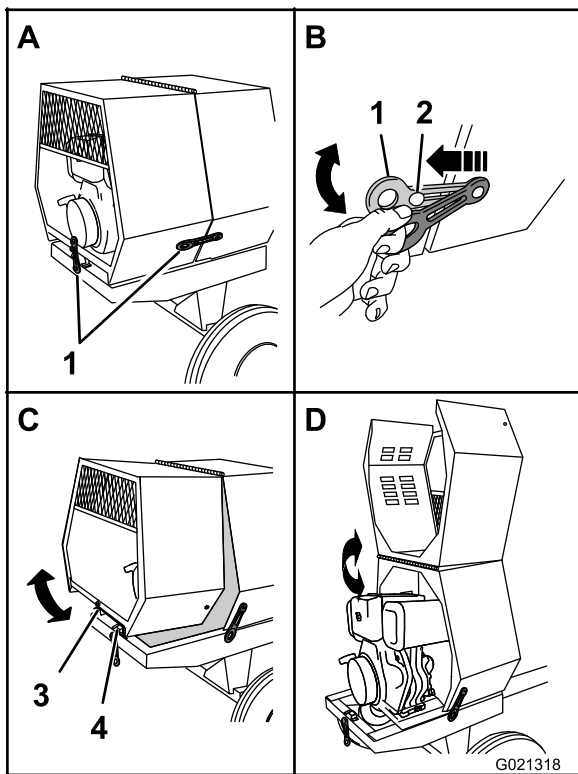

Figura 20
1. En el lado de la máquina, en la unión entre la cubierta delantera y la trasera, agarre el anillo del cierre y desengánchelo del anclaje de la cubierta trasera (Figura 20).
- En la parte trasera de la máquina donde la cubierta trasera se une al bastidor de la máquina, sujete el anillo del cierre y retírelo del anclaje de la cubierta (**Figura 20**).
- Gire la cubierta trasera hacia arriba y hacia adelante hasta que quede colocada sobre la cubierta delantera (**Figura 20**).
- Gire la cubierta trasera hacia atrás y hacia abajo hasta que el alojamiento situado en el centro del borde inferior esté alineado con el perfil en V y enrasado con el bastidor de la máquina (**Figura 20**).
- Repita el paso **3** en el otro lado de la máquina (**Figura 20**).